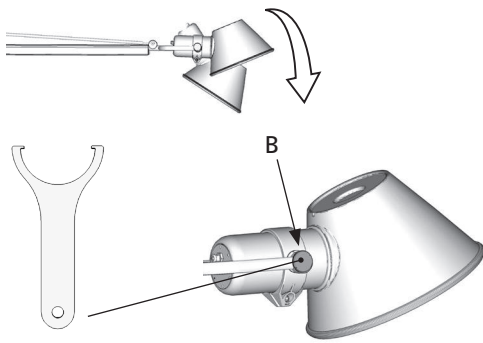

Fig. 12
Per ruotare il diffusore, ruotare la ghiera B con l'apposita chiave (fig.12).
Pour tourner le diffuseur, tourner la bague B à l'aide de la clé appropriée (fig.12).
To rotate the diffuser, rotate the locking ring (B) using the appropriate wrench (fig. 12).
Zum Drehen des Zerstreuers den Ring B mit dem betreffenden Schlüssel drehen (Abb. 12).